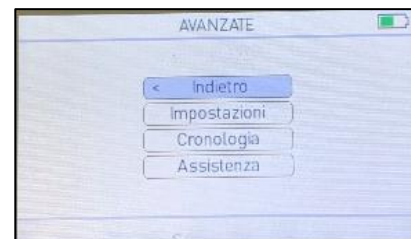

Fig. 46. Avanzate
1. In ADVANCED (AVANZATE) (vedi fig. 46) selezionare Service (Servizio) con .